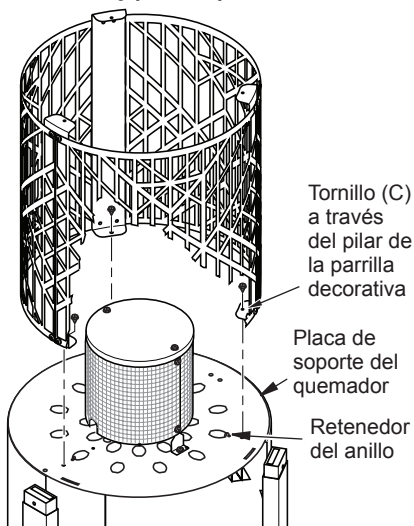
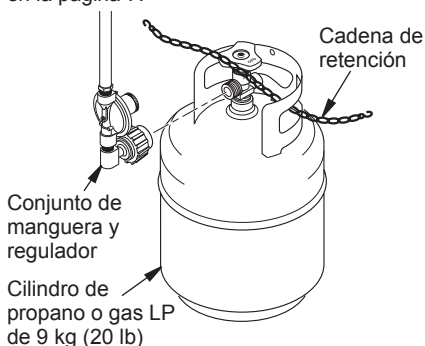

Figura 7 - Fijación del conjunto de parrilla al calentador
Figura 12 - Conexión del conjunto de manguera-regulador al cilindro de propano o gas LP
13. Fije el conjunto de parrilla a la placa de soporte del quemador usando 3 tornillos (C), uno a través de la parte inferior de cada pilar de la parrilla decorativa (consulte la figura 7).
22. Coloque los retenedores de los anillos (ganchos en "S") a través de los orificios en la placa de soporte del quemador como se muestra en la figura 7, en la página 7.
Use un cilindro de 9 kg (20 lb) de propano o gas LP solamente (no incluido). Consulte la información de seguridad para seleccionar el cilindro adecuado. Conecte el conjunto de manguera-regulador al cilindro de propano (consulte la figura 12). La manguera ya debe estar conectada al calentador. Cuando conecte el conjunto de regulador a la válvula del cilindro, apriete la tuerca manualmente en el sentido de las manecillas del reloj hasta que se detenga definitivamente. NO utilice una llave para apretarla. El uso de una llave podría dañar las tuercas acopladoras de cierre rápido y ocasionar una situación peligrosa.
Guíe la cadena de retención para que pase a través de por lo menos una de las manijas del tanque de propano o gas LP (consulte la figura 12). Asegúrese de colocar la cadena a través de la manija del tanque y NO alrededor de la válvula del tanque. La cadena no debe interferir con la válvula. Fije los ganchos de ambos extremos de las cadenas a los retenedores de los anillos instalados en la placa de soporte del quemador, consulte la figura 7, en la página 7.